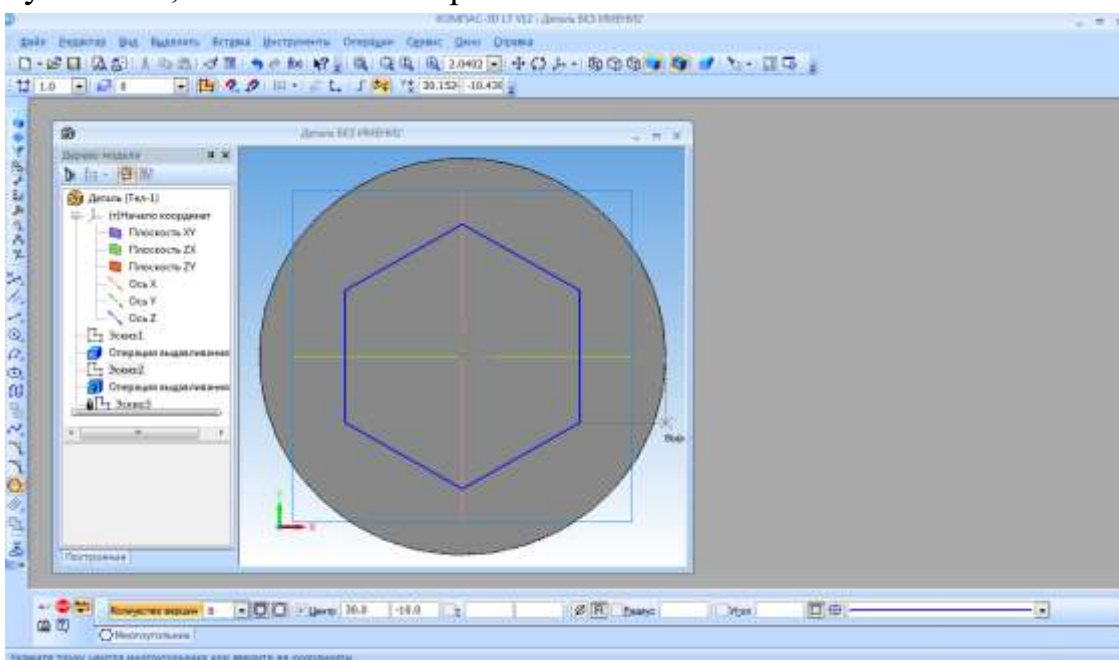

Рис. 11.9
- Включите  – **Ортогональное черчение**. Расположите шестиугольник, как показано на рис.11.9.